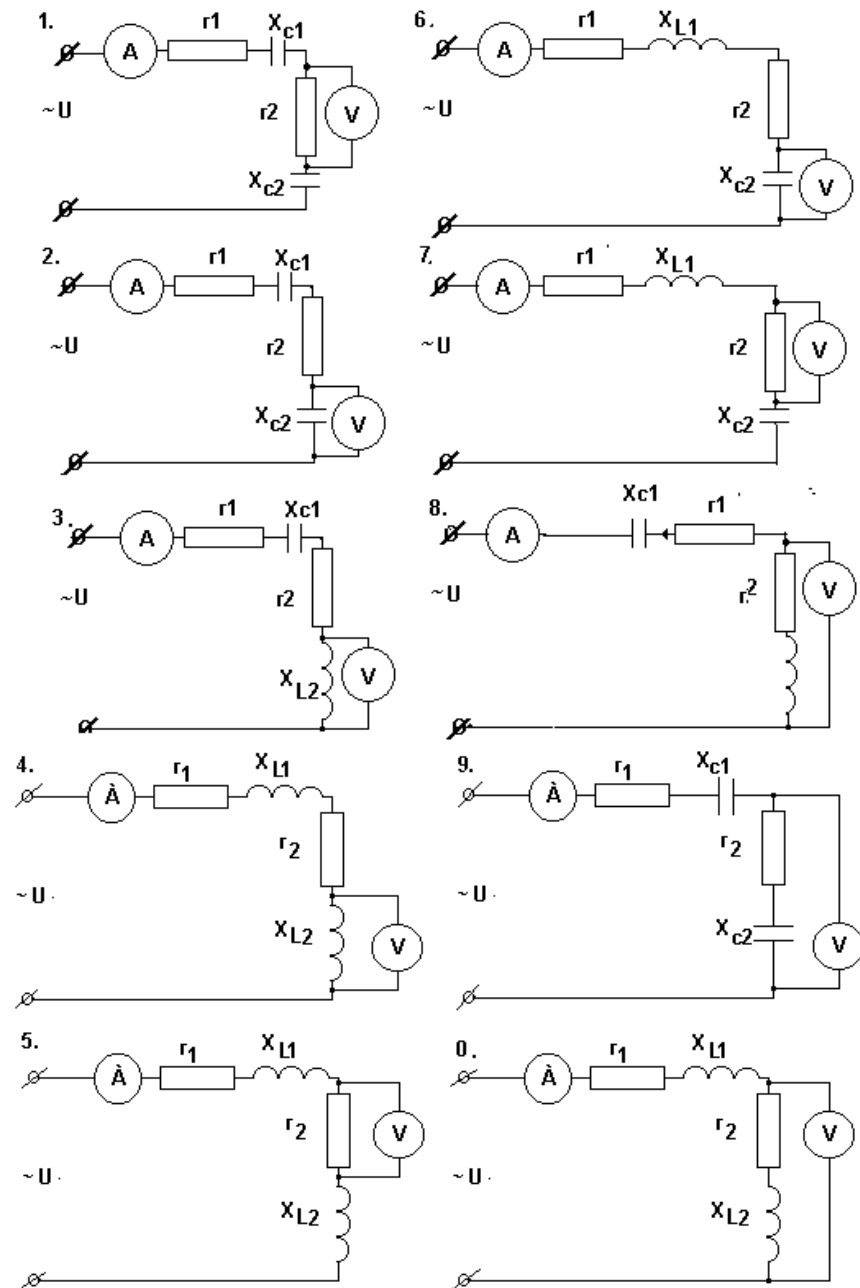

Рис. 1. Варианты расчётных схем последовательного соединения.
**Задача 1-7.** Напряжение на зажимах цепи (рис. 1) изменяется по синусоидальному закону и определяется выражением  $u=U_m \sin(\omega t + \varphi)$ . Амплитудное значение  $U_m$  и начальная фаза  $\varphi$  напряжения, а также значения активных  $r$ , индуктивных  $X_L$  и ёмкостных  $X_c$  сопротивлений даны в табл.1.